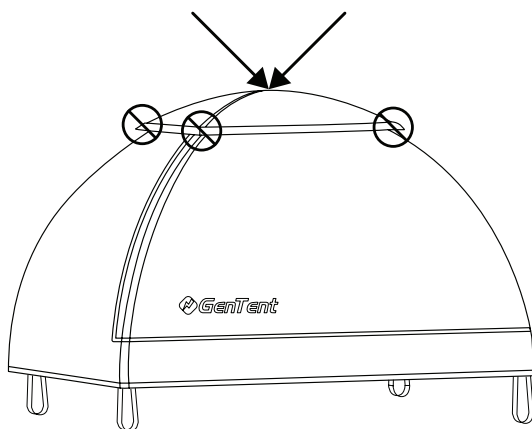

Fig. 4.5
- d. d. Saisissez la GenTent en saisissant le centre du capuchon supérieur de l'auvent (Fig. 4.5) et soulevez-le vers le haut, **NE PAS SOULEVER PAR LES COINS DU CAPUCHON SUPÉRIEUR**. La tension sur la sangle de la GenTent entièrement assemblée assurera qu'elle conserve sa forme.